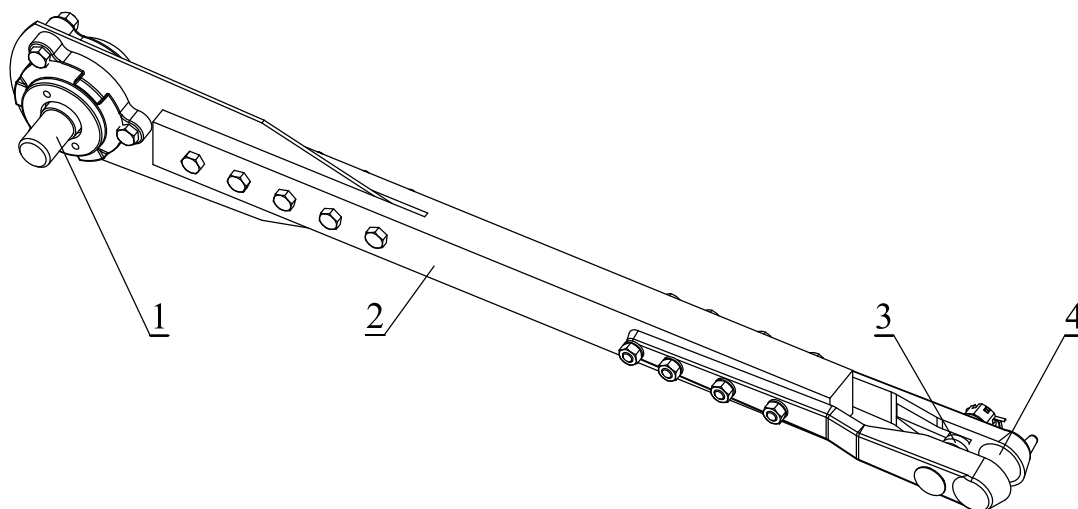

Рис. 4. Шатун.
Шатун (рис. 4), соединяющий нож режущего аппарата с эксцентриком привода, состоит из деревянного штока (2): с одной его стороны прикрученный блок подшипника, с другой конец сферической головки (4).